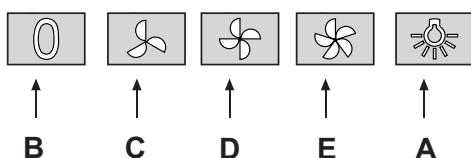

Fig.13
**ATTENZIONE!** Se il vostro apparecchio ha una configurazione con pulsantiera meccanica (**FIG.13**) e viene abbinato ad un piano cottura a gas l'altezza dell'installazione **DEVE** essere di **65 cm** (**FIG.4B**).